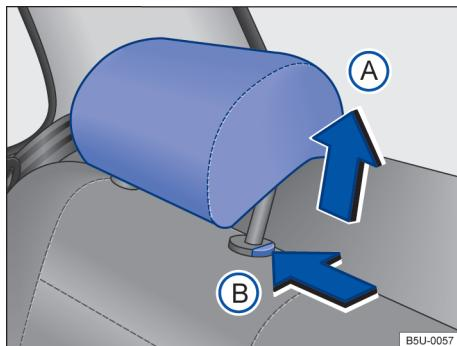

Fig. 61 Apoios para cabeça traseiros: desinstalar.
- Pressionar o botão → Fig. 61 B no sentido da seta. Retirar o apoio para cabeça com o botão pressionado.
- Empurrar o apoio para cabeça para baixo com o botão → Fig. 61 B pressionado.